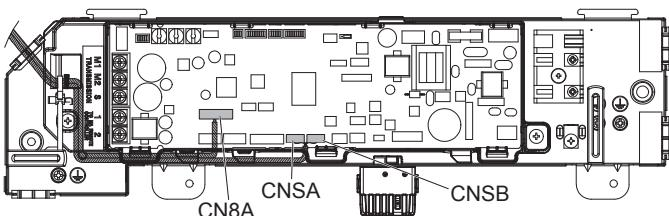

Fig. 5-6
4. Подсоедините дополнительный питающий провод к разъему на монтажной плате. (Fig. 5-6)